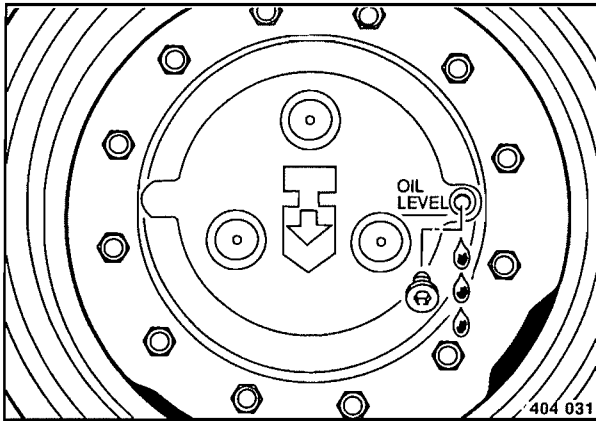

Fig. 89
- Estacionar la rueda propulsora de modo que el tapón de cierre (Fig. 89) en la carcasa se encuentra en posición horizontal.